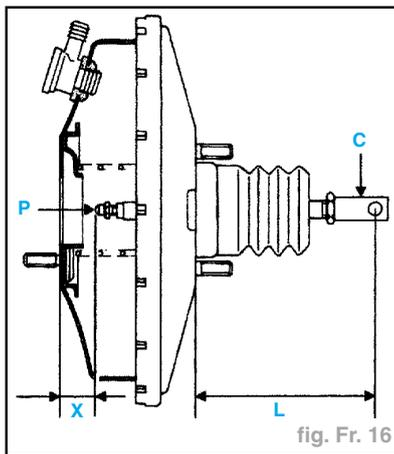

fig. Fr. 16
- Côte X = $22,3 \pm 0,1$ mm (fig. Fr. 16)
- Réglage par la tige (P).
- Avant le remontage du servofrein, vérifier (fig. Fr. 16) :
- la côte L = $133,6$ mm, réglable par la tige (C),
- la côte X = $22,3$ mm, réglable par la tige (P).